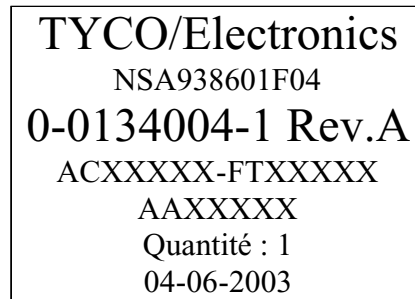

Figure 1
3. Sur le sachet fermé, coller une étiquette (50 x 30) où il sera indiqué dans l'ordre (voir exemple en Figure 1) :